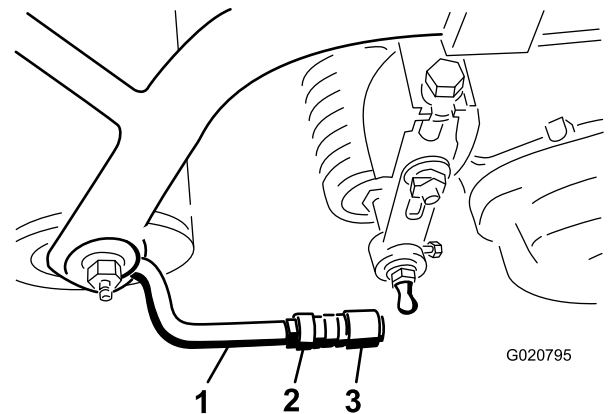

Figure 9
5. Alignez les douilles de rotule de sorte que le côté ouvert soit centré vers la tige de rotule, puis serrez les écrous de blocage pour fixer les douilles en position (Figure 9).